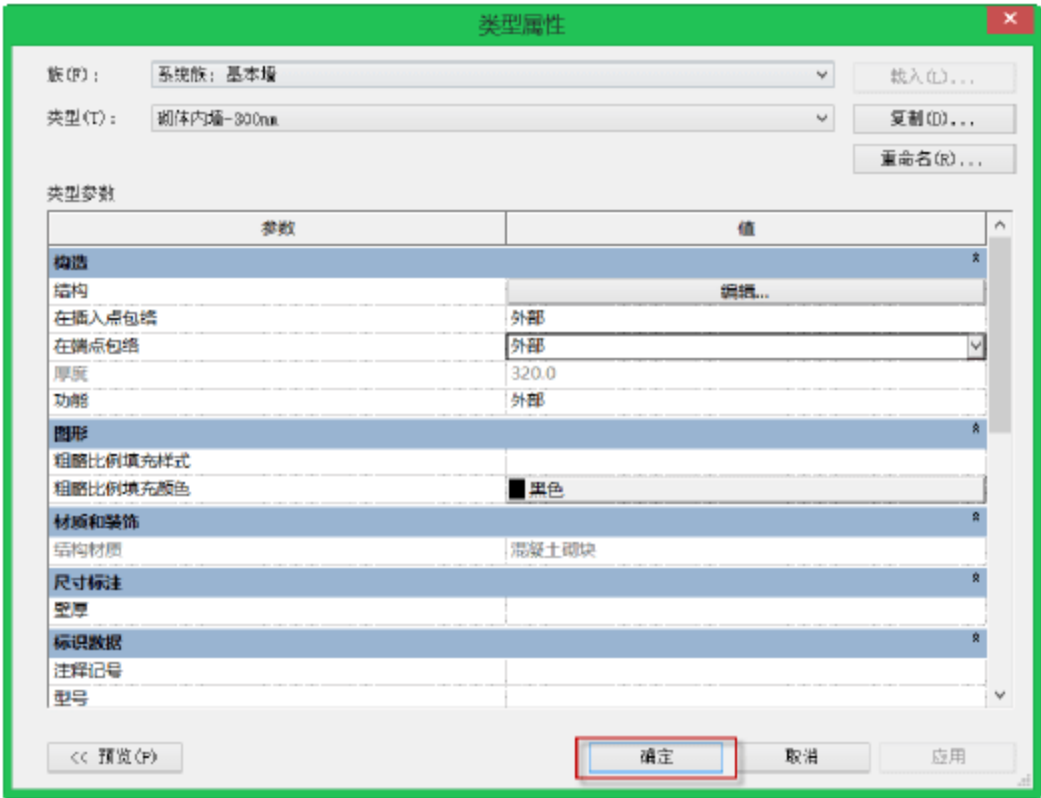

图 10.2.28 完成“砌体内墙-300mm”族类型定义
(9) 完成“砌体内墙-300mm”族类型定义。在“类型属性”对话框中，单击“确定”按钮，这样就完成了“砌体内墙-300mm”族类型定义，如图 10.2.28 所示。